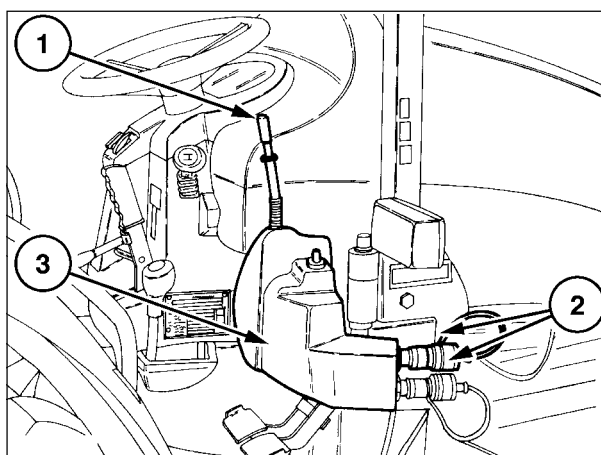

Fig. 31b. Distribuidor com tomadas hidráulicas dianteiras
Distribuidor suplementar (1) com tomadas hidráulicas dianteiras (2), conversível de efeito simples a efeito duplo (Fig.31b).